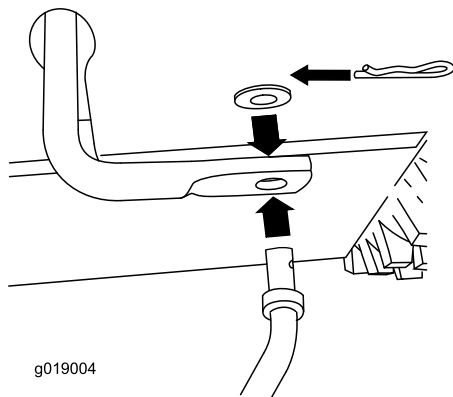

Рисунок 4
1. Вставьте нижний конец штока в нижнее коромысло таким образом, чтобы изогнутый конец штока управления скоростью был направлен назад (Рисунок 4).
2. Закрепите нижний конец штока управления скоростью с помощью плоской шайбы и шплинта (Рисунок 4).